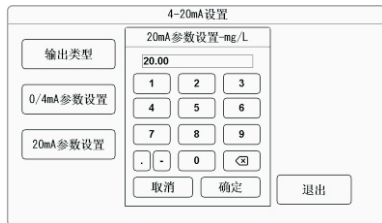

图2-68
- ◆ 输出类型：点击输出类型弹出如图2-68所示界面，选择0-20mA或4-20mA输出，选定后按【确定】键确认。